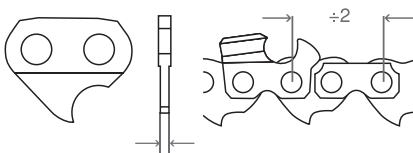

Рис. 2 Определение шага цепи и толщины ведущего звена
2. Определите производителя цепи, ее тип, вид режущего звена, шаг цепи и толщину ведущего звена (Рис.2).